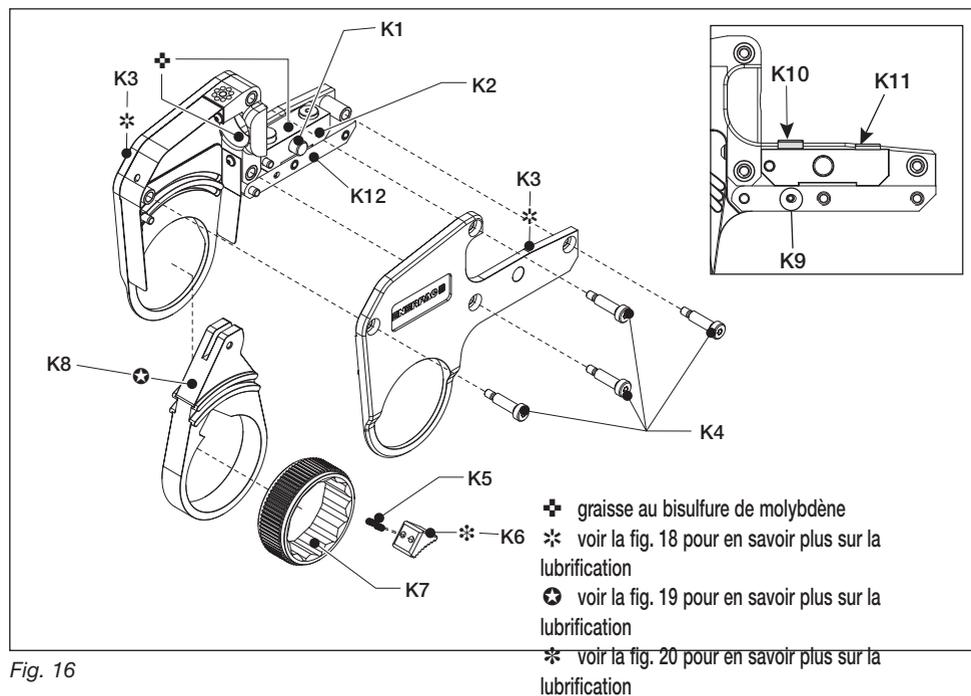

Fig. 16
5.4 Entretien préventif de la cassette (fig. 16, 18, 19 et 20)
- Appliquer une fine couche de graisse au bisulfure de molybdène dans l'alésage de la plaque de centrage du vérin et sur la partie supérieure de la fixation de goupille. Voir les zones d'application de la graisse au bisulfure de molybdène sur la figure 16 (✚).
(fig. 16, 18, 19 et 20)
- Sécher tous les composants. Appliquer une fine couche de graisse au bisulfure de molybdène (✚), comme indiqué sur les figures 16 et 18. Pour en savoir plus sur l'application de la graisse au bisulfure de molybdène, se reporter à la section 5.4.